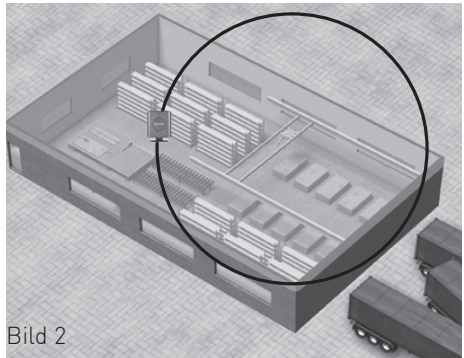

Bild 2
- Platzieren Sie nun die DECT IP-Basis pro XS auf dem eingezeichneten Bereich, wie in Bild 2 dargestellt.